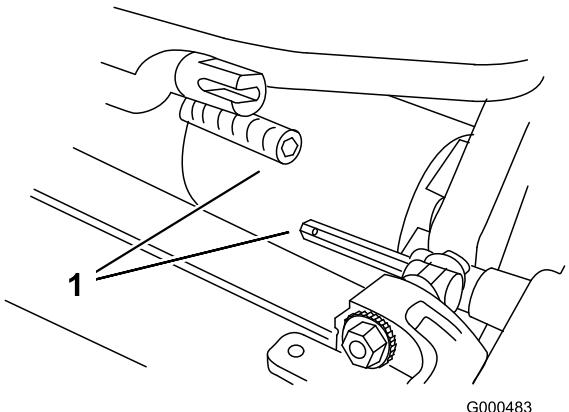

図 46
6. カッティングユニットを51 mmくらい引出し、次に右に引き出してトランスマッisionのカップリング（図 46）を外す。